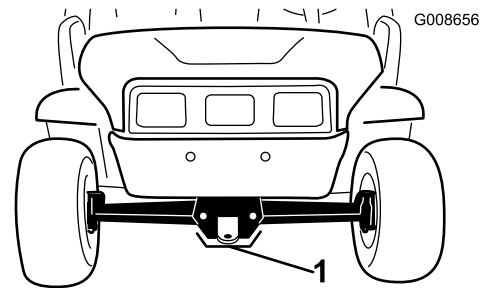

Figura 21
- O ponto de elevação dianteiro da máquina encontra-se na zona dianteira do chassis, por trás do garfo de reboque (Figura 21).